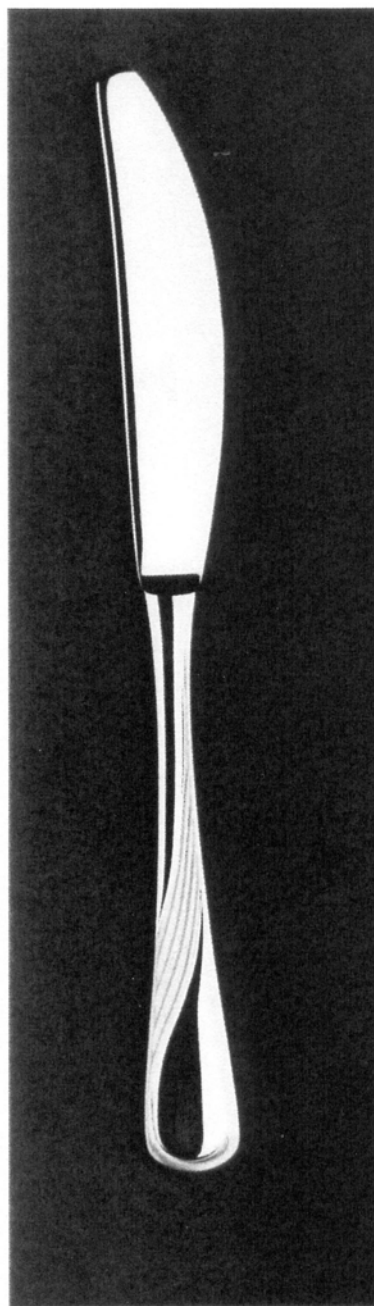

Fig. 1.9.2
- Fig. 1.9.2. przedstawia widok noża obiadowego z tyłu